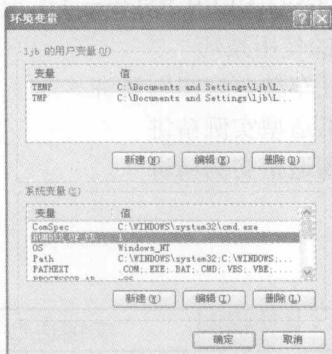

图 1-1 【环境变量】设置对话框
STEP 1 在操作系统桌面【我的电脑】图标上单击鼠标右键，然后在弹出的快捷菜单中选择【属性】命令，系统弹出【系统属性】对话框，接着选择【高级】选项，然后选择【环境变量】，进入【环境变量】设置对话框，如图 1-1 所示。